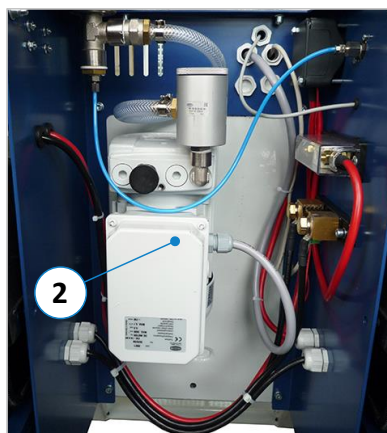

Abbildung 16: Vakuumeinheit
- Herzstück des Systems ist die in ⇒ Abbildung 16 gezeigte Vakuumeinheit (2) inklusive der elektrischen Vakuumpumpe. Diese Komponenten sind im blauen Gehäuse zwischen den beiden Batterien untergebracht.